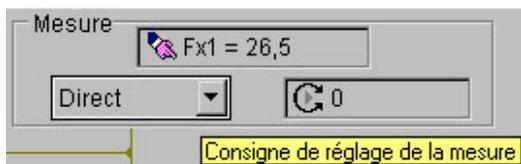

Figure 2.82 :
- Consigne de réglage de la mesure : selon la position et la distance de la sonde, ce champ permet un réglage fin de la mesure de température. Ce réglage doit être effectué avec un thermomètre étalon (figure 2.82).